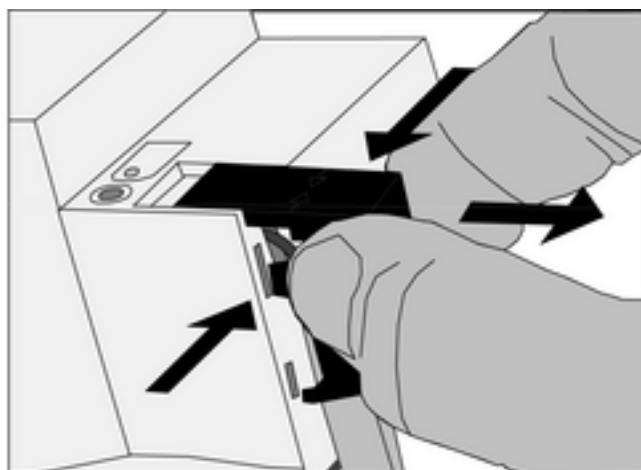

Figure 5: Retrait du capuchon de protection
- Pousser latéralement le capuchon de protection et le retirer (figure 5).